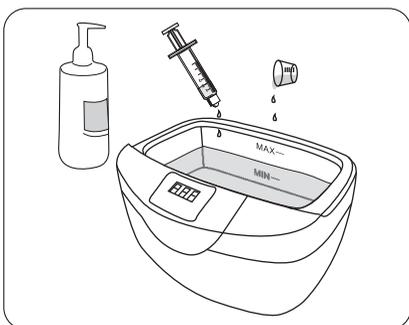

Fig. 11
- 4▶ Coloque a quantidade correta de detergente enzimático na cuba de inox ou béquer de acordo com as recomendações do fabricante. Sugerimos para sua economia e comodidade usar um copo medidor ou uma seringa sem agulha para medir o volume e que a mesma seja utilizada somente para este fim (Fig. 11). Não use soluções/produtos desincrustantes por possuírem alta concentração ácida, isso poderá danificar a cuba, sua vedação e os instrumentos.